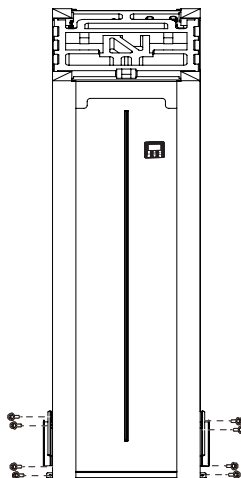

Рис. 2-5
- Отверните 8 винтов, удерживающих металлический лист, и снимите его (см. Рис.2-5).